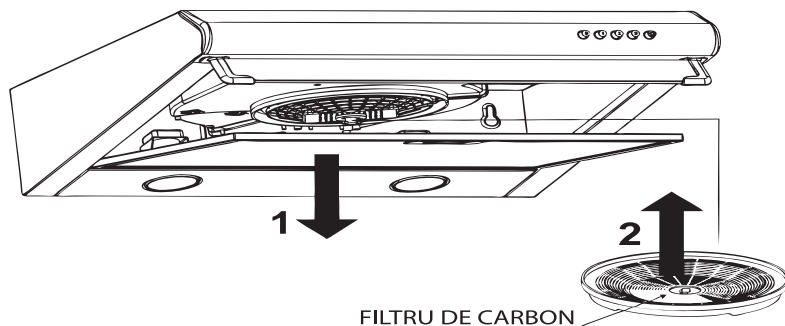

Fig. 5
3. Introduceți filtrul de carbon cu grila de plastic spre interior în sloturi, pe ventilator, și rotiți la 90 de grade în sensul acelor de ceasornic. Fig.5